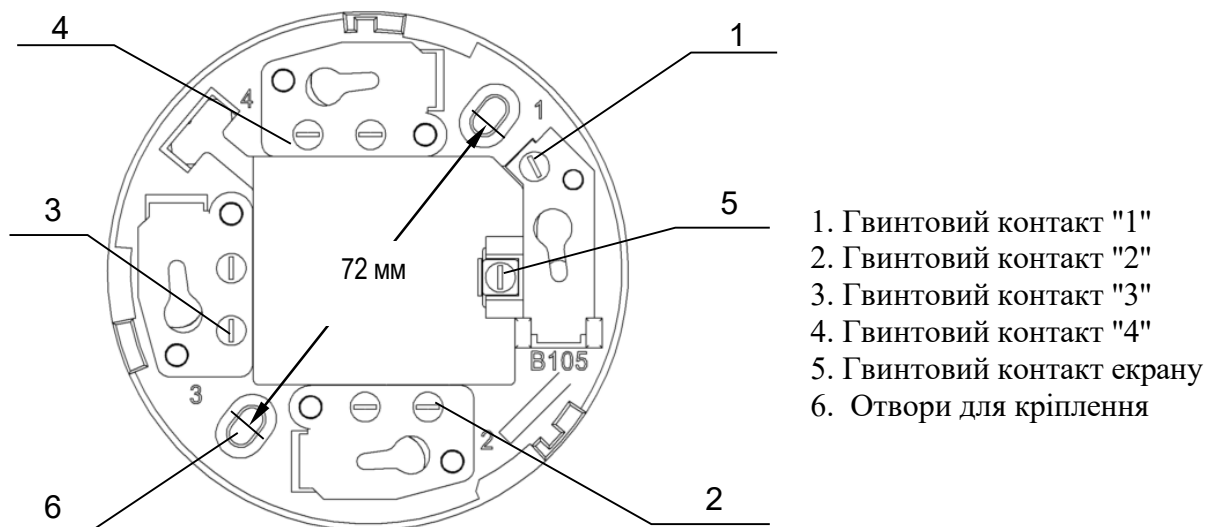

Рис. 2 Зовнішній вигляд бази B105
6.6 Зовнішній вигляд, бази В105 показано на рис. 2.